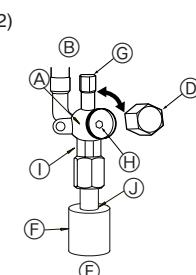

Fig. 4-6
① Retire a tampa e, utilizando uma chave de fendas chata, rode a válvula 90 graus para a esquerda para a abrir completamente.
② Certifique-se de que as válvulas estão completamente abertas, em seguida, volte a colocar a tampa na sua posição original e aperte-a.
- (2) Lado do líquido do RP60-140 e lado do Gás/Líquido do RP35, 50 (Fig. 4-6)
① Retire a tampa e rode a válvula para a esquerda o máximo que puder com uma chave sextavada de 4 mm. Pare de rodar quando esta alcançar o batente.